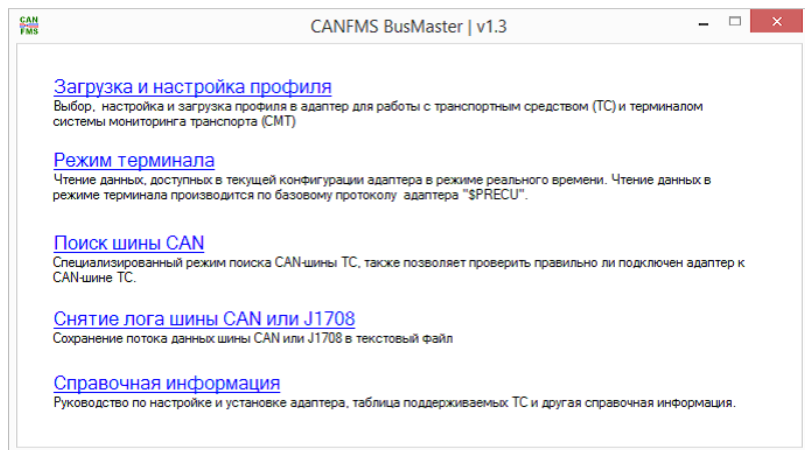
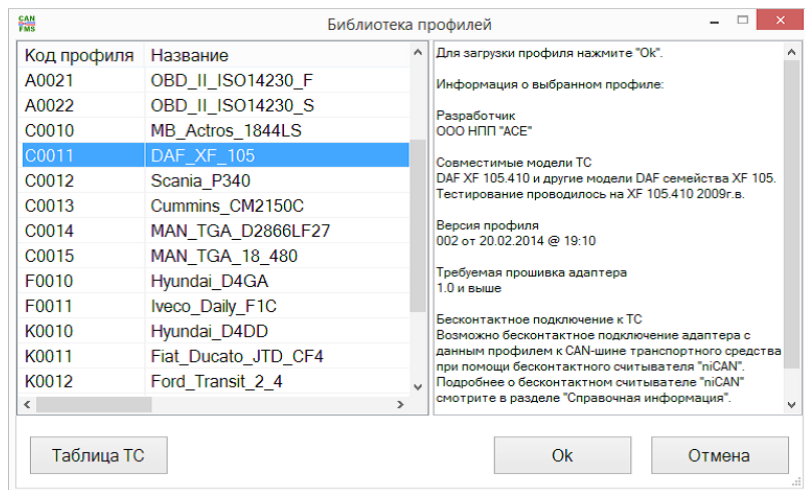
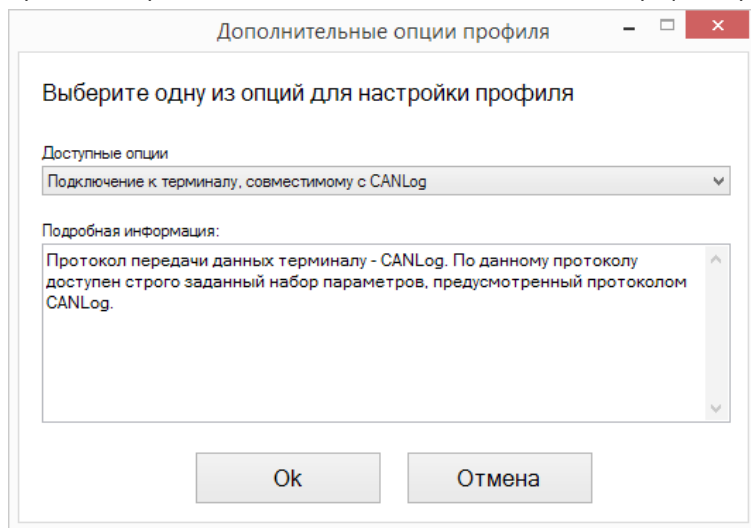

Рис.2. Главное меню программы «CANFMS BusMaster».
Рис.3. Меню «Библиотека профилей».
Рис.4. Меню «Дополнительные опции профиля».
- Выбрать в главном меню программы первый пункт «Загрузка и настройка профиля», рис. 2. На экране появится окно «Библиотека профилей», рис. 3.
- Выбрать в «Библиотеке профилей» нужный профиль по его коду. При выборе профиля в правой части экрана отображается информация о выбранном профиле, рис. 3.
- После выбора нужного профиля в Библиотеке профилей, необходимо нажать кнопку «ОК», рис. 3. На экране появится меню «Дополнительные опции профиля», рис. 4.
- В основном меню программы «CANFMS BusMaster» (рис. 2) выбрать пункт «Режим терминала».